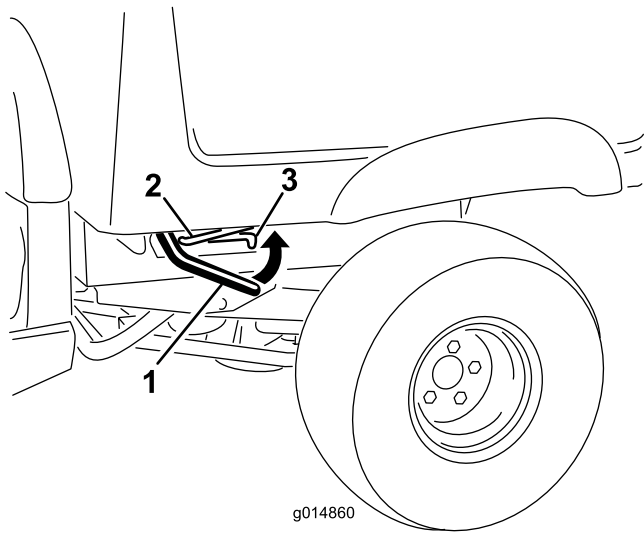

Figure 11
1. Levez le levier de verrouillage situé de chaque côté près du coin avant du plateau, et relevez le plateau (Figure 11).
2. Bloquez le plateau en tirant la béquille dans le cran de verrouillage au bout de la fente située dans le cadre gauche de la machine (Figure 11).
1. Relevez légèrement le plateau en soulevant le levier de verrouillage (Figure 11).
2. Tirez la béquille hors de la fente de verrouillage (Figure 11).
3. Abaissez le plateau jusqu'à ce qu'il se verrouille fermement (Figure 11).